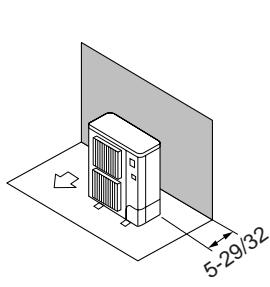

Fig. 2-2
① Obstacles uniquement à l'arrière (Fig. 2-2)